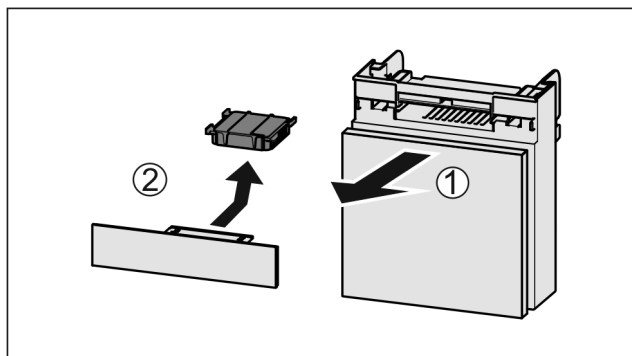

Fig. 254
- ▶ 向前拉出 Fig. 254 (1) 抽屉。
- ▶ 取出 Fig. 254 (2) 活性炭过滤器。